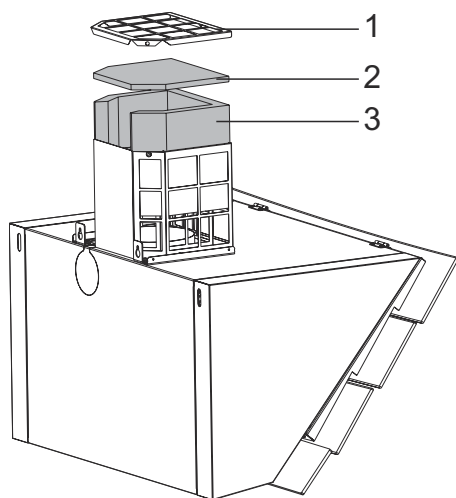

Fig. 8
- Fjern toppladen på kulfilter kabinettet for at komme ind til de vaskbare kulfilter puder (Fig. 8).
- Tag nu de vaskbare kulfilter puder ud (Fig. 8).